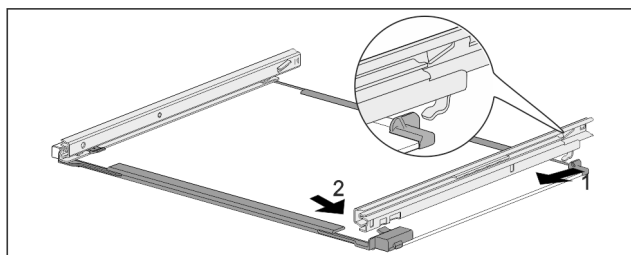

Fig. 191 Sklenená doska s koľajničkami
- ▶ Zaháknite koľajničku vzadu. Fig. 191 (1)
- ▶ Zaklapnite koľajničku vpredu. Fig. 191 (2)